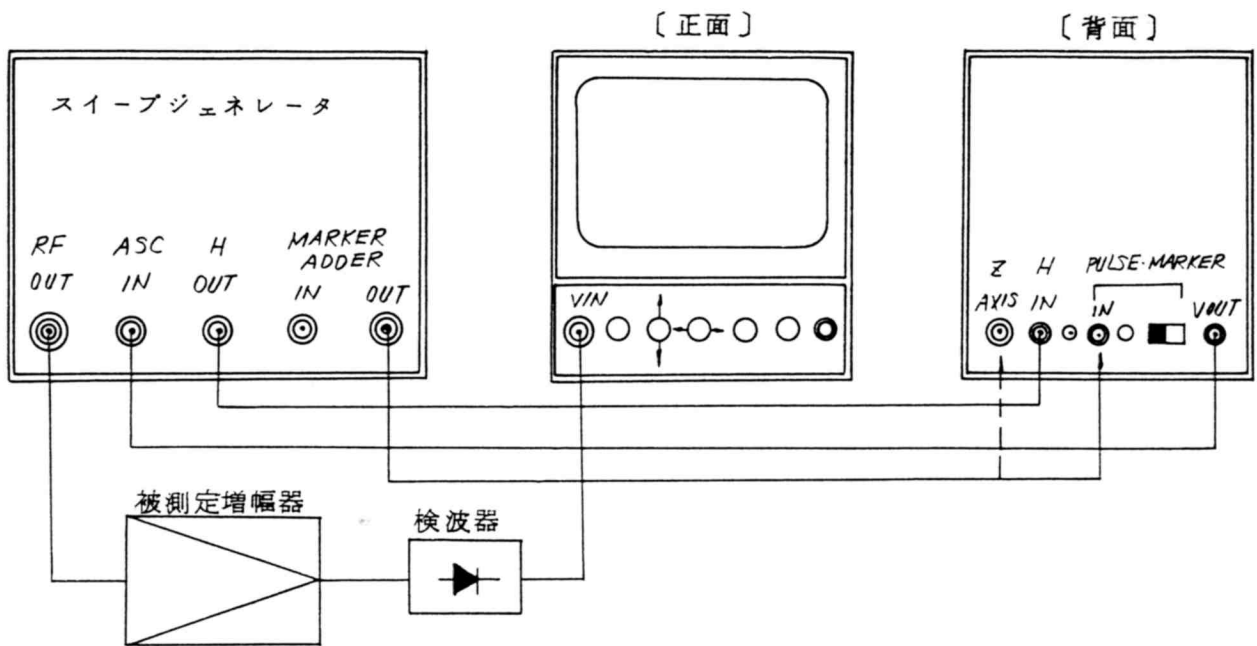
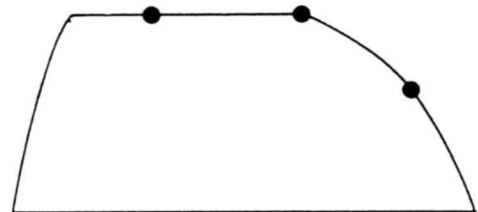

図2 マーカ信号の加え方の他の例
図4 輝度変調マーカ例
周 波 数 特 性	20 Hz~50 KHz, ± 3 dB 以内 (付図 4 参照)
(図2参照)
- 6) 輝度変調マーカを用いる場合には図2の点線のように本器背面のZ-AXIS INPUT コネクタにパルスマーカ出力を加える。(図4参照)